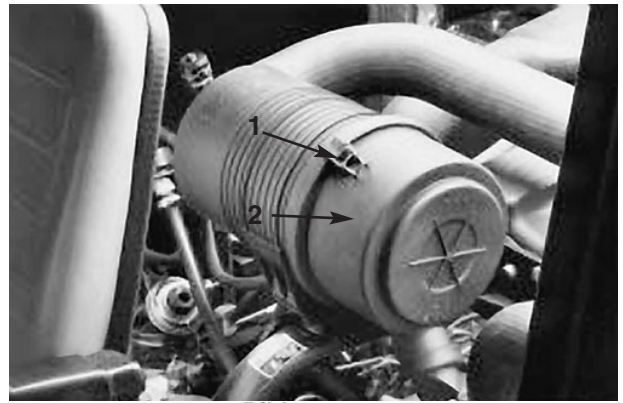

Bild 28
2. Schieben Sie den Hauptfilter (Bild 28) vorsichtig aus dem Luftreinigungskörper heraus, damit möglichst wenig Staub aufgewirbelt wird. Vermeiden Sie ein Anstoßen des Filters am Filterkörper. Entfernen Sie nie den Sicherheitsfilter.